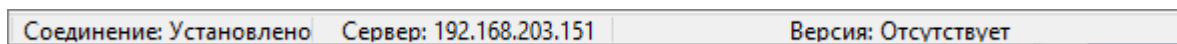

Рисунок 4-16 Информация о неверных параметрах БД
- Если параметры базы данных введены неверно, то в контекстной строке будет выведена соответствующая информация (см. Рисунок 4-16).